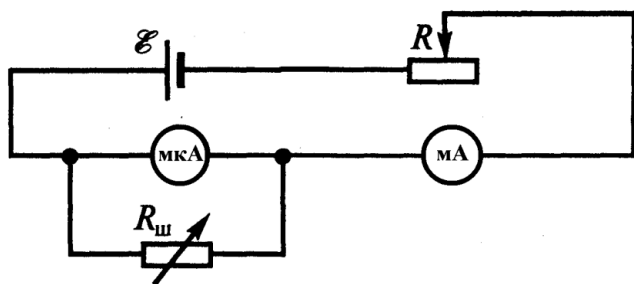

Рис. 2.4.
Схема **второй** установки, которая служит для проверки точности подбора шунта, представлена на рис. 2.4. Исследуемый прибор на рисунке показан слева («мкА») К нему подключен уже известный магазин сопротивлений, который используется
*Зарисуйте* (карандашом) схему проверки подбора шунта (рис. 2.4).